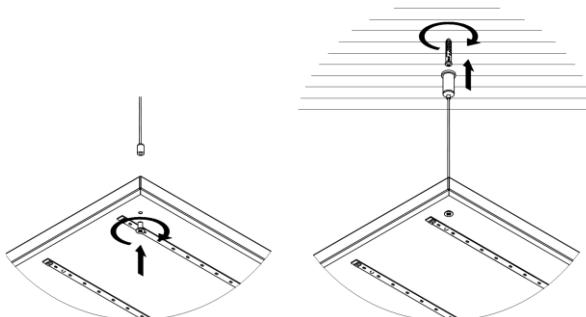

Рисунок 11 — Подвесной монтаж.
- 5.5.2. Установите на светильнике тросовые подвесы. Рекомендуется использовать комплект подвесного монтажа Geniled. Для монтажа светильника серии Офис, ЛПО необходимо 2 комплекта. См. рисунок 11.